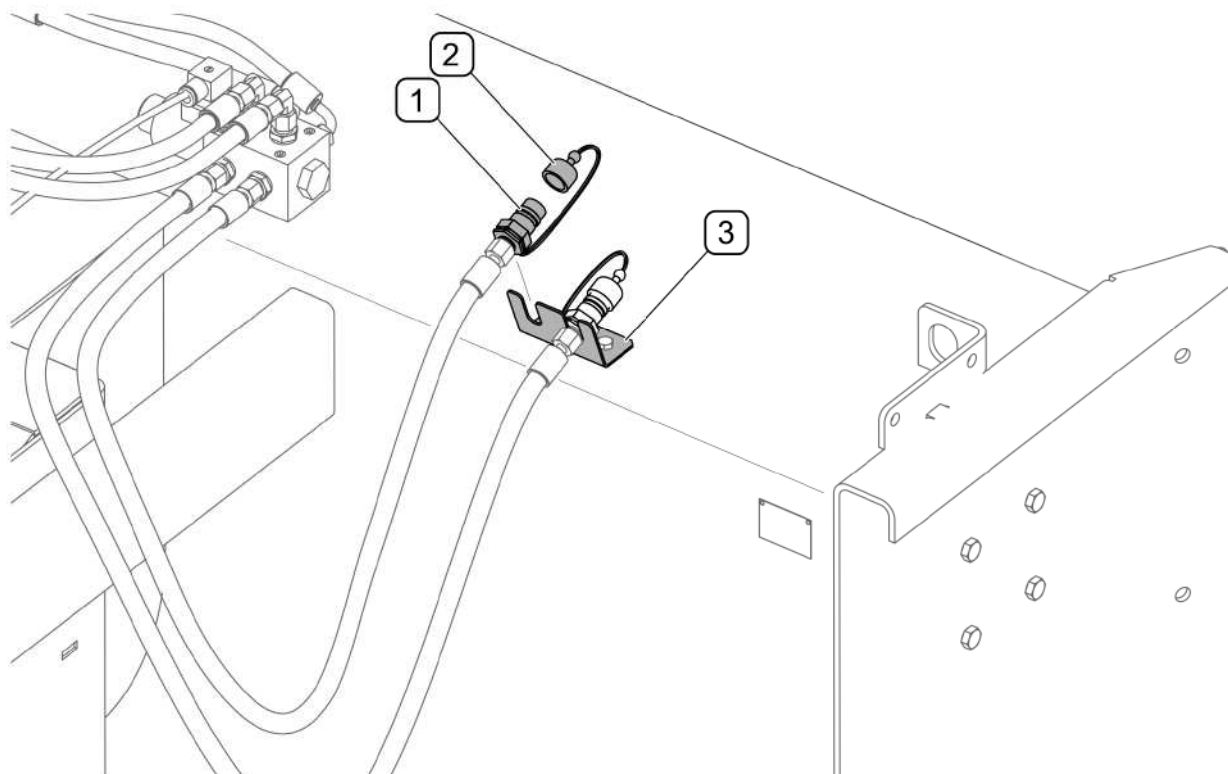

РИСУНОК 4.13 Предохранение штекеров быстроразъемных соединений
- Разъединить гидроразъемы управления метателем, закрыть предохранительными колпачками и поместить на кронштейн на корпусе снегоочистителя (РИСУНОК 4.13)